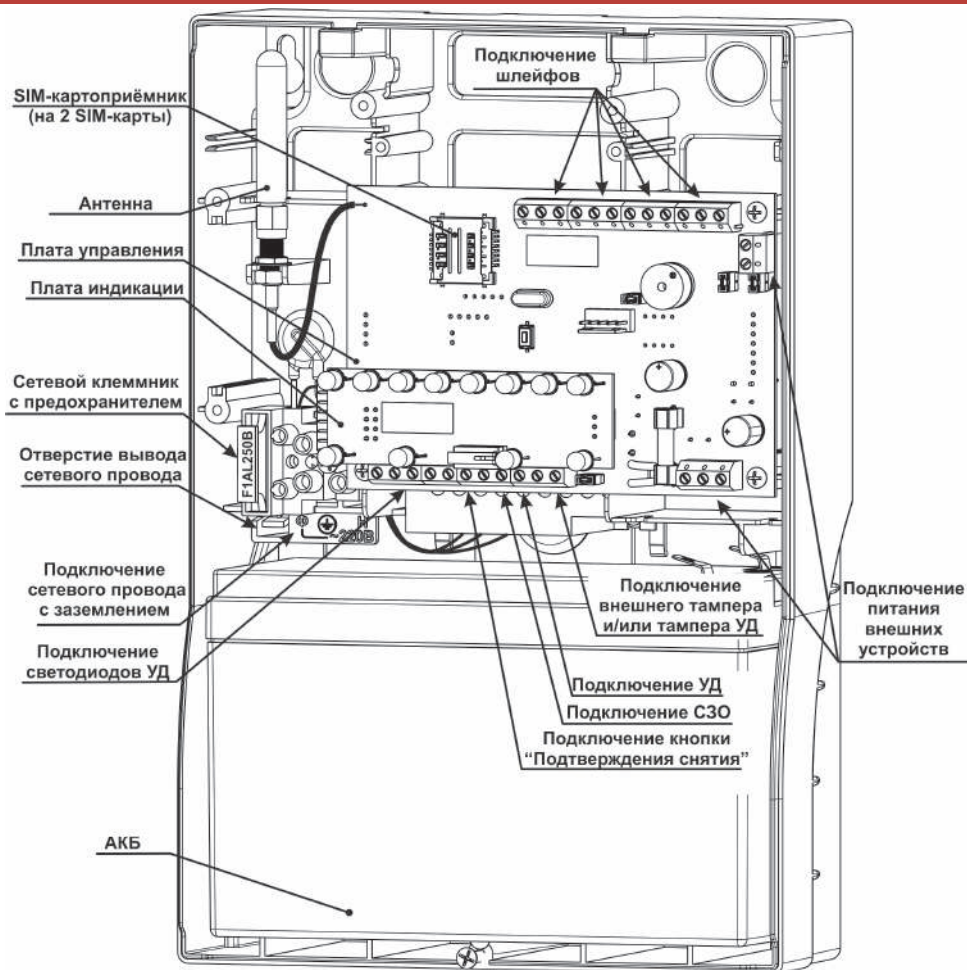

Рисунок 5 - Вид прибора со снятой крышкой
ДА 0,75 ММ2. Шнур питания от сети 220 В подключается к сетевой колодке, расположенной слева от платы управления. ПРОВОД ЗАЗЕМЛЕНИЯ ПОДКЛЮЧАЕТСЯ К СРЕДНЕМУ КОНТАКТУ СЕТЕВОЙ КОЛЮДКИ. Сетевой шнур необходимо завести через специальное отверстие с элементом фиксации (прижимом) – см. Рисунок 5.
- Подключить сетевой шнур с проводом заземления к сетевому клеммнику соблюдая правильность подключения проводов (фазовый провод – «Ф»; заземление – контакт, обозначенный специальным знаком; нулевой провод – «Н») – Рисунок 5.
- Установить SIM-карту (-ы) в SIM-картоприёмник на плате управления (см. – Рисунок 1 и Рисунок 5).